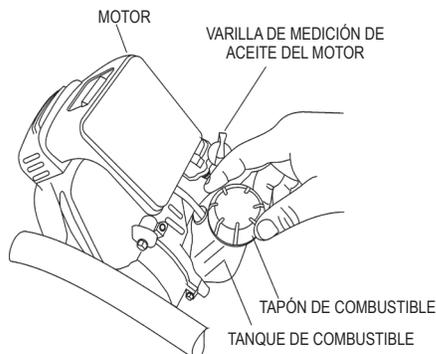

Figura 9. Tanque de combustible
1. Llene el tanque de combustible (Figura 9) con gasolina sin plomo. **NO** llene en exceso. Llenar hasta el tope del orificio de llenado es peligroso, porque el combustible tiende a derramarse. Limpie de inmediato el combustible derramado.